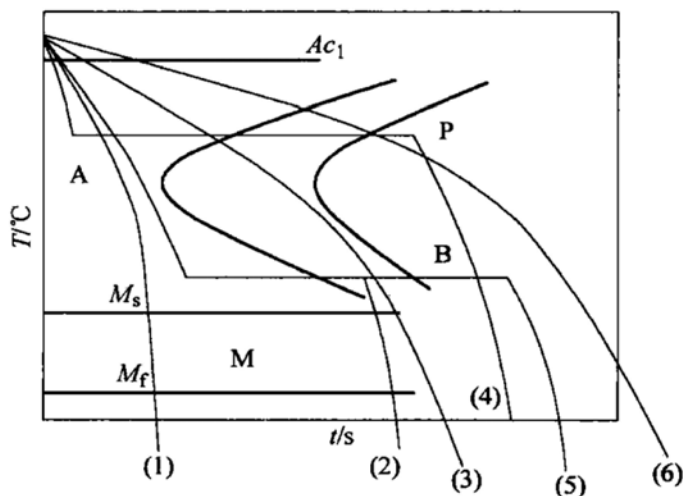

图 6-1 第四题第 3 小题图
3. (12分) 根据共析碳钢的过冷奥氏体转变 C 曲线 (TTT 曲线) (如图 6-1 所示), 请写出经过图中所示 6 种不同工艺处理后材料的组织名称。